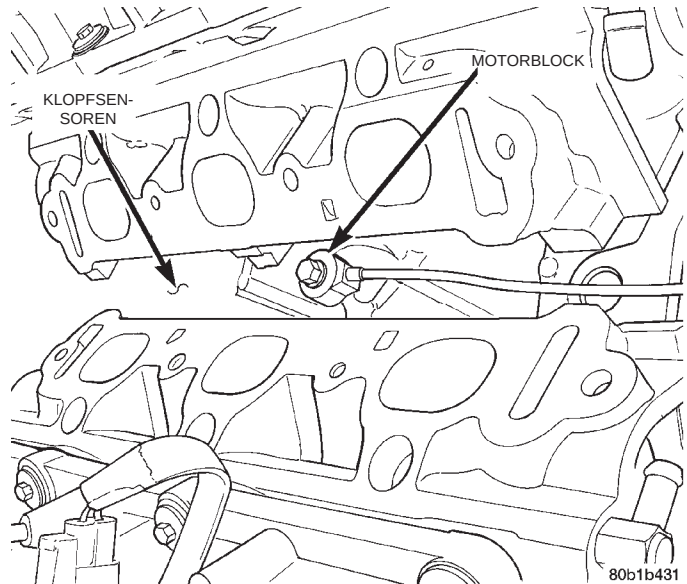

Abb. 65 Lage des Klopfensors
(1) Den Ansaugluftsammler demontieren. Näheres hierzu siehe Kapitel 11, "Auspuffanlage und Ansaugkrümmer".
(2) Den/die Steckverbinder vom Klopfsensor abziehen (Abb. 65).